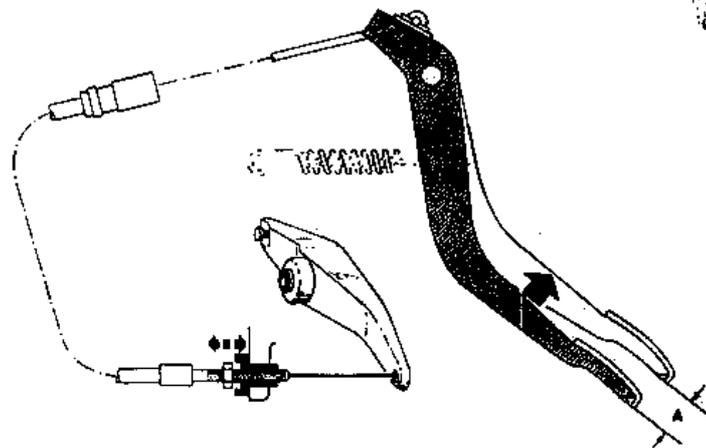

Рис.5.2. Свободный ход педали сцепления (А) (Разд.2)
2. Сцепление следует регулировать таким образом, чтобы свободный ход педали составлял 27-31 мм (23-31 мм для двигателей объемом 1.3 и 2.3 л), как показано на Рис.5.2.